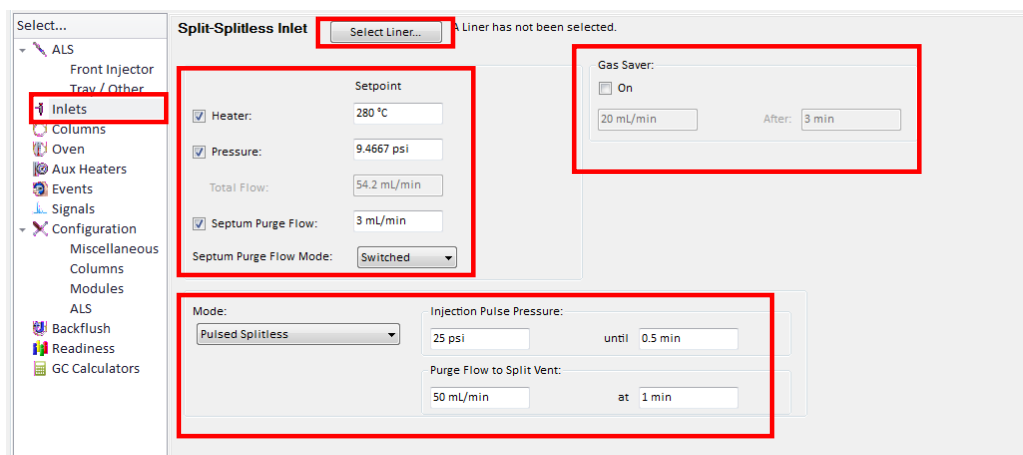

Figura 32. Parámetros del puerto de inyección.
8.6.5. En el menú del panel de navegación seleccionar **Inlets**, como se muestra en la Figura 32.